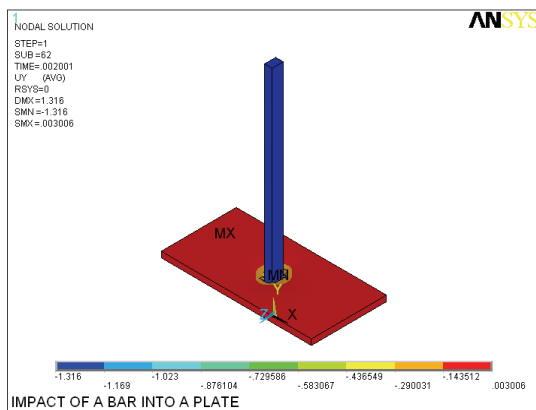

图 5-267 Y 方向位移等值线图
- 2) 选择 Main Menu | General Postproc | Plot Results | Contour Plot | Nodal Solu 命令，出现 Contour Nodal Solution Data 对话框。选择 Nodal Solution | DOF Solution | Y-Component of displacement，单击 OK 按钮，ANSYS 显示窗口显示 Y 方向位移等值线图，如图 5-267 所示。